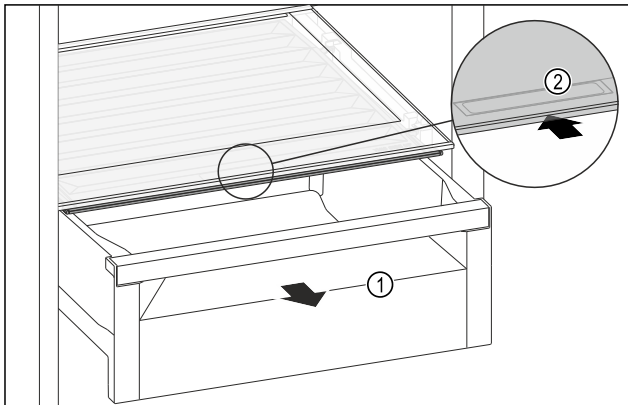

Fig. 82
- ▶ Извлеките выдвижной ящик Fig. 82 (1).
- ▶ Возьмитесь за утопленную ручку Fig. 82 (2) на крышке отделения и одновременно введите крышку отделения назад.